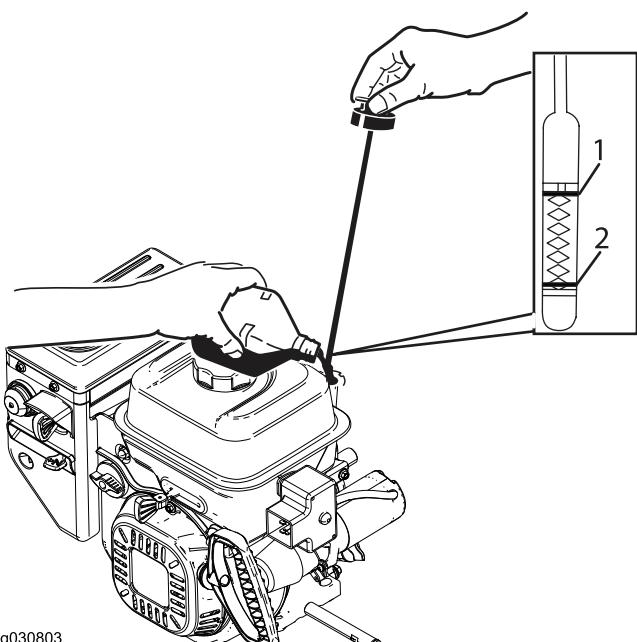

Рисунок 42
2. Выньте щуп и проверьте уровень масла (Рисунок 42). Если уровень масла находится ниже отметки Add (Добавить), то добавьте масла в двигатель. См. 6 Заправка двигателя маслом \(страница 10\)